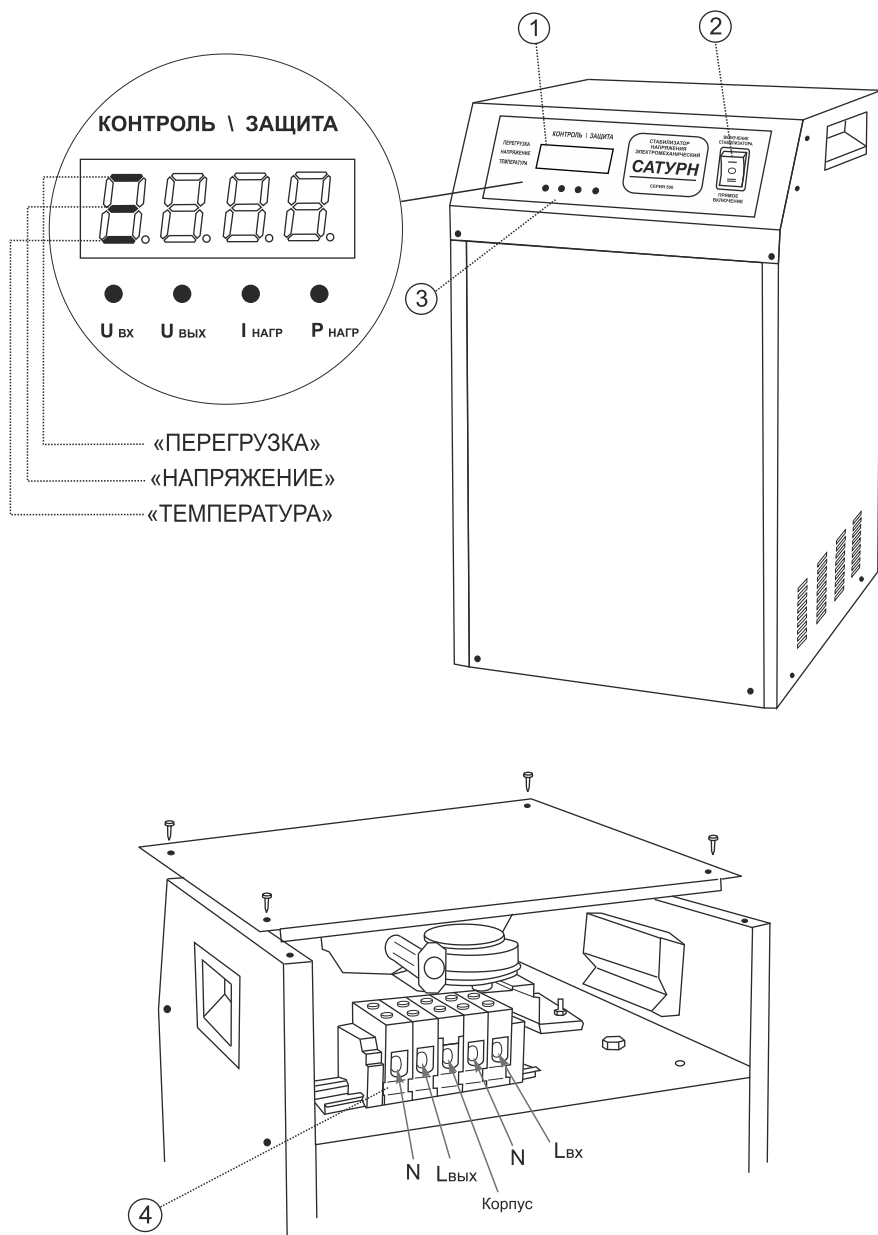
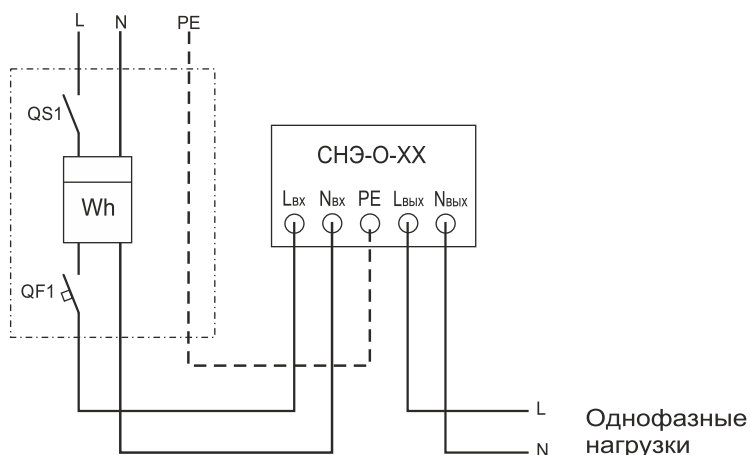

Рис. 1. Внешний вид стабилизатора
Рис. 2. Схема включения стабилизатора СНЭ-О-XX в однофазную сеть
Для однофазной сети (маркировка СНЭ-О) используется один блок (рис. 2), для трехфазной сети (маркировка СНЭ-Т) необходимо три блока СНЭ-О, включенных по схеме «звезда» (рис. 3).
На передней панели блока (рис.1) находятся:
- цифровой индикатор «КОНТРОЛЬ / ЗАЩИТА» (рис. 1 поз.1) для визуального контроля параметров сети и нагрузки, а также для индикации включения защиты по току, напряжению и температуре (горизонтальный сегмент в первом разряде индикатора);
- переключатель режимов работы «ВКЛЮЧЕНИЕ СТАБИЛИЗАТОРА – О – ПРЯМОЕ ВКЛЮЧЕНИЕ»; (рис.1 поз. 2);
- кнопочный переключатель выбора измеряемого параметра: «Uвх», «Uвых», «Iнагр», «Pнагр» (рис.1 поз. 3).
Подключение блока осуществляется через клеммные колодки, находящиеся под верхней крышкой (рис.1 поз. 4).
Запрещается производить подключение стабилизаторов к трехфазной сети по схемам, не указанным в настоящем руководстве (рис.2, 3) или не согласованным с изготовителем.
Произвести подключение входных и выходных проводов по схеме (рис.2, 3) сечением не менее указанного в Таблице 1, согласно маркировке на клеммной коробке (рис.1 поз.4):